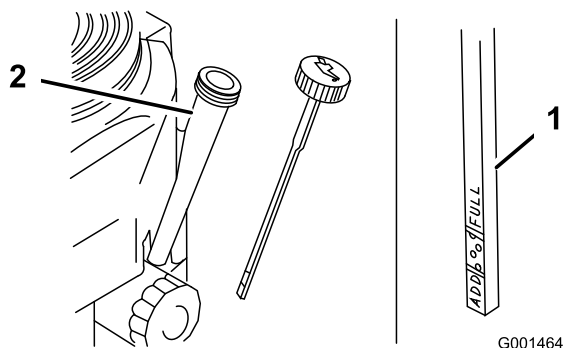

Figure 16
3. Nettoyez la surface autour de la jauge d'huile (Figure 16).
- Retirez la jauge d'huile et essuyez soigneusement l'extrémité (Figure 16).
- Insérez la jauge au fond du tube, sans la visser dans le goulot de remplissage (Figure 16).
- Sortez de nouveau la jauge et examinez l'extrémité. Le niveau d'huile doit se situer entre les repères minimum et maximum (Figure 16).